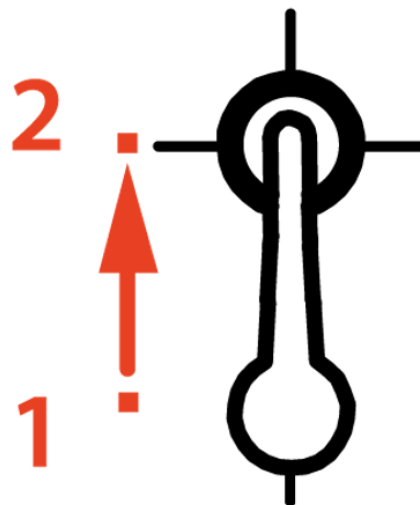

Рис.2
5. Светильник, без рассеивателя, установить в подготовленные в потолке метизы через пазы светильника, завести до упора шляпки метизов так, чтобы они оказались в формованной части крышки светильника (от точки 1 к точке 2 см. Рисунок 2). Прикрутить все 4 метиза до упора.